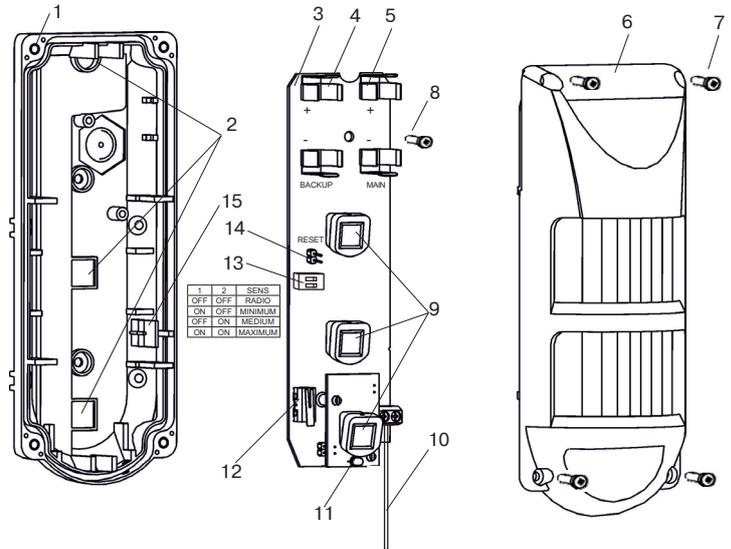

Рисунок 1 – Конструкция «Пирон-8-РК»
Извещатель (рисунок 1) состоит из основания (1), печатной платы (3) и крышки (6). На печатной плате расположены держатели двух батарей CR123A – основной (5) и резервной (4), три ИК-приемника (9), антенна (10), входит в комплект поставки, двухцветный световой индикатор (11), датчик вскрытия корпуса (12), DIP-переключатель (13) и контакты RESET (14). Печатная плата фиксируется на основании защелкой (15) и винтом (8). Крышка (6) крепится к основанию (1) четырьмя винтами (7) с использованием герметизирующей прокладки.